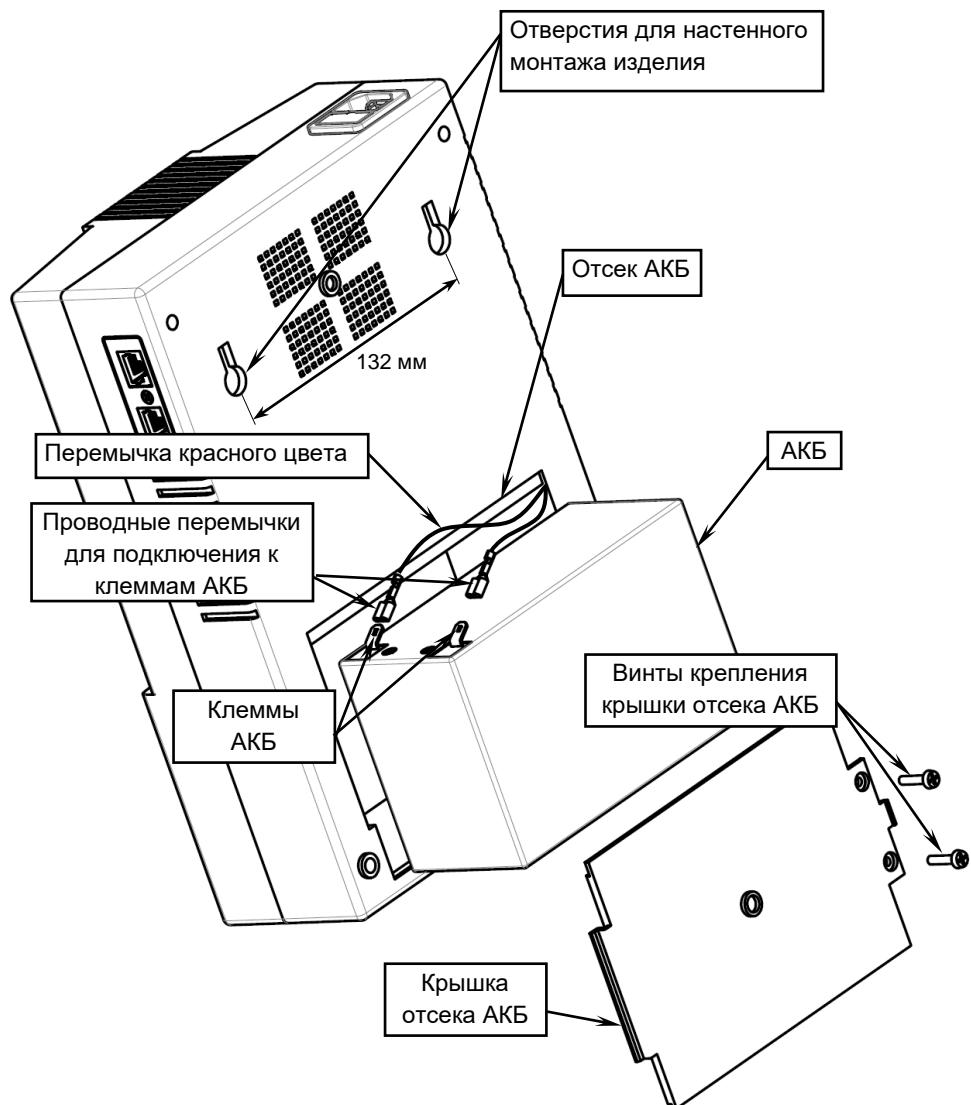

Рисунок 2 — Общий вид изделия сзади, отсек АКБ открыт.
Универсальное исполнение корпуса предусматривает возможность размещения изделия как на горизонтальной, так и на вертикальной поверхности (настенный монтаж, см. рисунок 2).
- отсек со встроенной аккумуляторной батареей, с возможностью ее быстрой замены (см. рисунок 2);
При горизонтальном размещении изделие можно установить на любую плоскую поверхность (стол, стеллаж и т. п.). При вертикальном размещении необходимо подготовить места крепления в соответствии с расположением крепежных отверстий на задней стенке корпуса изделия, (см. рисунок 2) крепеж в комплект поставки не входит).
- Откройте крышку аккумуляторного отсека (см. рисунок 2).